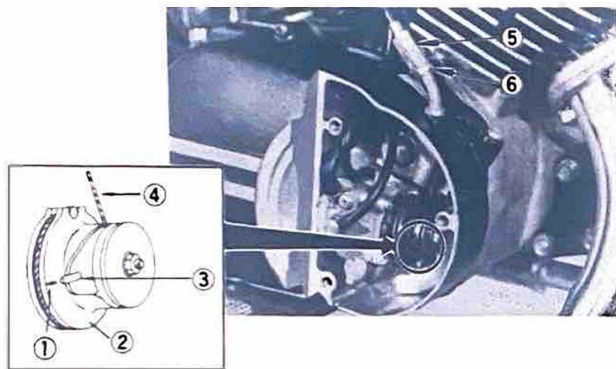

Fig. 52
4. PUMP WIRE ADJUSTMENT (Fig. 52)